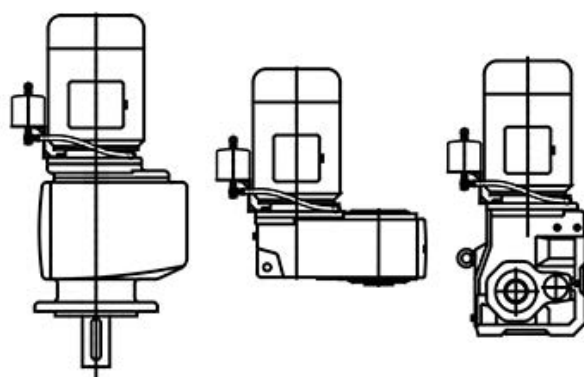

Figura 18: Posición del depósito de expansión del aceite
El depósito de expansión debe montarse en vertical con el manguito de empalme hacia abajo y el tapón de venteo hacia arriba. El depósito debe montarse lo más elevado posible teniendo en cuenta la longitud del manguito. Para sugerencias al respecto de la posición del depósito de expansión del aceite, vea Figura 18. Tenga en cuenta que con la forma constructiva M4 con la caja de bornes en la posición 2 no es posible montar el depósito de expansión del aceite.
2. Monte el depósito de expansión del aceite de acuerdo con Figura 18. Al hacerlo, colóquelo en paralelo al eje del motor.